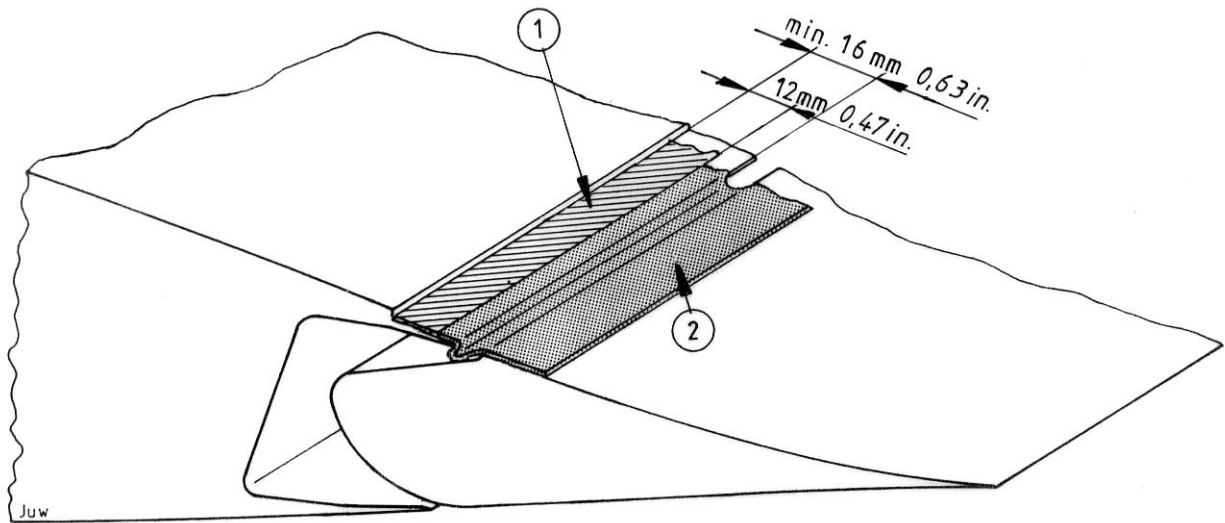

FIG. 1 Flügel-Unterseite
- 4.1 Falls noch nicht vorhanden, muß zuerst auf der Flügelunterseite, wie in Fig. 1 dargestellt, eine Stufe eingelassen werden, indem die Lackschicht bis zur äußeren GFK-Lage vorsichtig abgetragen wird (ca. 0,5 mm tief).
- 4.2 In die eingefräste Stufe wird entlang der vorderen Kante ein 12 mm breiter Hilfsklebestreifen (1) (z.B. Tesafilm 104, 12 mm breit) geklebt (Fig. 1).
9.1 Bei den Flügelverlängerungen mit Winglets wird im Prinzip verfahren wie bei der Flügelober- bzw. Unterseite (Fig. 1, 3 und 4). Folgende Punkte sind anders:
- das Dicht- und Gleitband (2) wird nur auf der Wingletunterseite aufgebracht. Da 12mm der insgesamt 15mm breiten Fräsung als Klebefläche für das Abdeckband benötigt werden, bleiben nur 3mm Klebefläche für das Abdeckband übrig (beim Aufkleben Hilfsklebestreifen (1) als Positionierungshilfe verwenden).
- auf Ober- und Unterseite wird das Abdeckband (4), Mylarfolie, 30-12 mm breit, verwendet